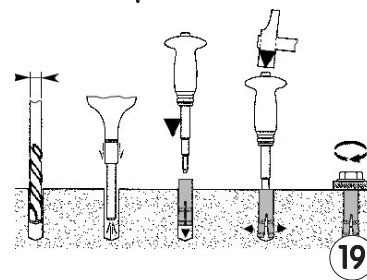

Figure 6
- Tracer la position des 2 plaques d'extrémité (1), ainsi que celle des fixations suivant Fig. 6 et 6bis ou Fig. 7 et 7bis..
- Aspirer soigneusement les trous avant de mettre en place les chevilles à frapper (19) fournies : enfiler la douille puis en taper le fond pour la fixer au sol, avec un outil adapté (suivant les étapes illustrées ci-contre).